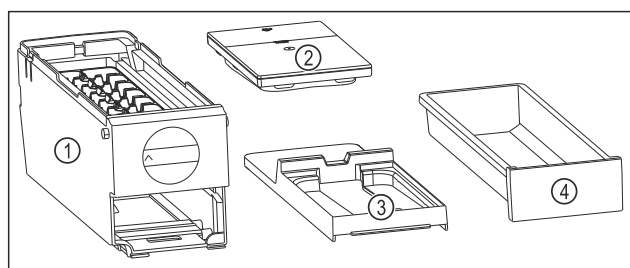

Fig. 147 Компоненти EasyTwist-Ice
- EasyTwist-Ice складається з чотирьох частин. (див. Fig. 147)
- Розбирайте EasyTwist-Ice тільки на зображені компоненти. (див. Fig. 147)
- Очистіть корпус EasyTwist-Ice Fig. 147 (1) без розбирання.